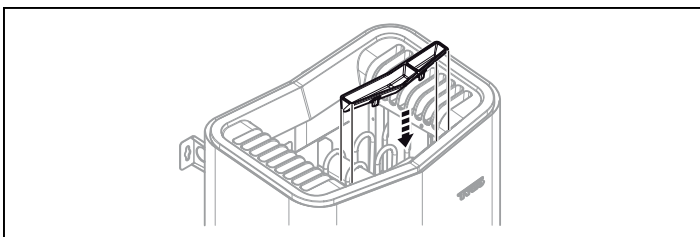

Abb. 11: Anbringen des Duftbehälters/Luftbefeuchters
- Bringen Sie die Kräuterschale/den Luftbefeuchter an, siehe Abb. 11.